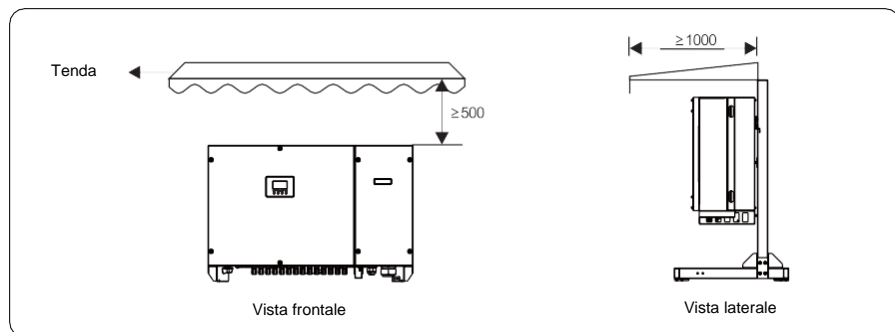

Figura 4.3 Installazione sotto un riparo (unità: mm)
- c. L'inverter non deve essere installato in esposizione diretta alla luce solare, pioggia e neve per prolungarne la durata. Si consiglia di installare l'inverter in un luogo riparato. Procedere come mostrato nella Figura 4.3.